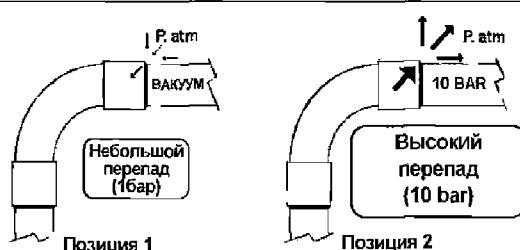

Рис. 15.2
**Чтобы дать заключение о надежности такой технологии,** сравним, что происходит при наличии негерметичности, например, в паяном соединении для двух случаев (см. рис. 15.2.). С одной стороны